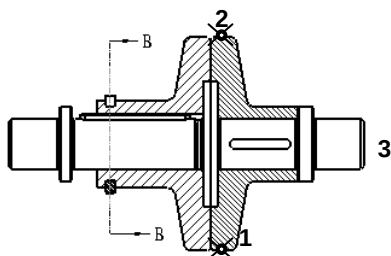

图 8.2.14 “新参照”尺寸标注
(1) 在 **ATTACH TYPE (依附类型)** 菜单中, 选择 **Midpoint (中点)** 命令, 然后在图 8.2.14 所示的 1 点处单击 (1 点在模型的边线上), 以选取该边线。
(2) 在 **ATTACH TYPE (依附类型)** 菜单中, 选择 **Midpoint (中点)** 命令, 然后在图 8.2.14 所示的 2 点处单击。
(3) 在图 8.2.14 所示的 3 点处单击鼠标中键, 确定尺寸文本的位置。